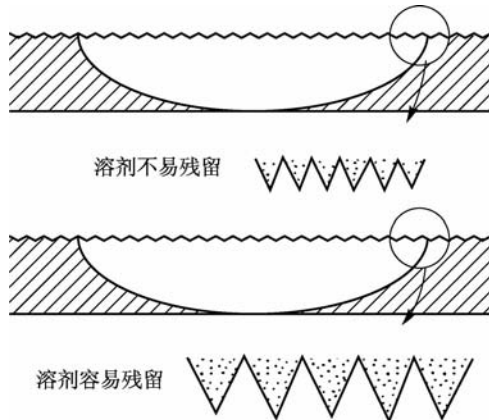
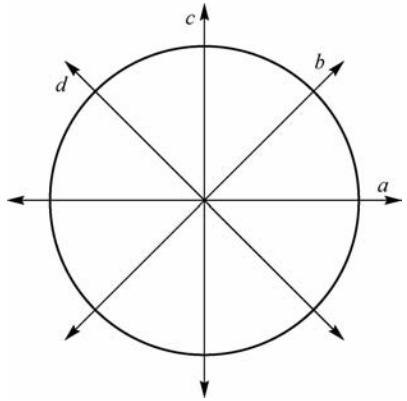

图 8-66 砂纸磨痕残留的影响
图 8-65 打磨机的移动方法
(1) 安全防护。打磨腻子前, 一定要佩戴好防尘口罩, 戴好防护眼镜, 一般戴线手套、穿棉布工作服即可。如果采用干磨工艺, 一定要将干磨房的排风装置打开; 如果采用水磨工艺, 要保证污水能顺畅地排掉。
①选择打磨机和砂纸。如果修复的表面是大的平面或弧面,选用圆头打磨机;如果被修复的表面有棱线,最好选用方头打磨机。粗磨时,选7号打磨机,配P60~P80砂纸;细磨时,配P120~P240砂纸。
②打磨的要领。将打磨机轻压在腻子层表面,左右轻轻移动打磨机。
③如果填补面积很宽,打磨时应注意,打磨头的工作面应与腻子表面保持平行。打磨时不能施力过大,应将打磨机轻轻压住,靠旋转力进行打磨。若施力过大,就不能形成平整表面。
④打磨机的移动方向如图8-65所示。先沿a所示方向左右运动,随后沿b或d所示方向运动,然后沿c所示方向上、下运动,这样可以基本消除变形。最后再沿a所示方向左右运动一次,消除变形效果更好。
⑤使用双动式打磨机打磨修补腻子的边缘交接处及其周围的旧涂层时,砂纸采用P240。使用小型往复式打磨机的目的是能够单手操作,从而能运用手工打磨的要领进行作业,这对于消除磨痕是很方便的。
①粗磨时,选用P60~P80水磨砂纸;细磨时,选用P240~P400水磨砂纸。根据需要将砂纸裁成合适的大小。
②修补手工打磨砂纸磨痕。修补腻子表面的打磨痕迹,最后一道工序是消除砂纸磨痕。如果砂纸磨痕较深,二道浆涂料和面漆涂料中的溶剂就会从磨痕的凹处浸透,一直到达旧涂层,从而导致起泡等质量问题;如果磨痕较浅,凹陷处滞留的溶剂量少,上述问题就不容易发生,其原理如图8-66所示。